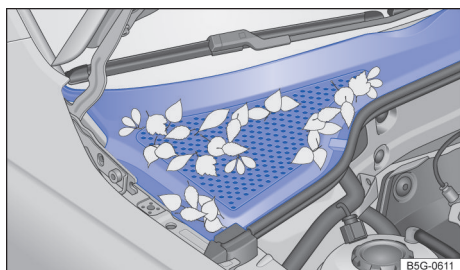

图 161 发动机舱和车窗玻璃之间：排水槽（示意图）
→图 161 →①。应由本公司特许经销商进行清洁发动机舱→▲。